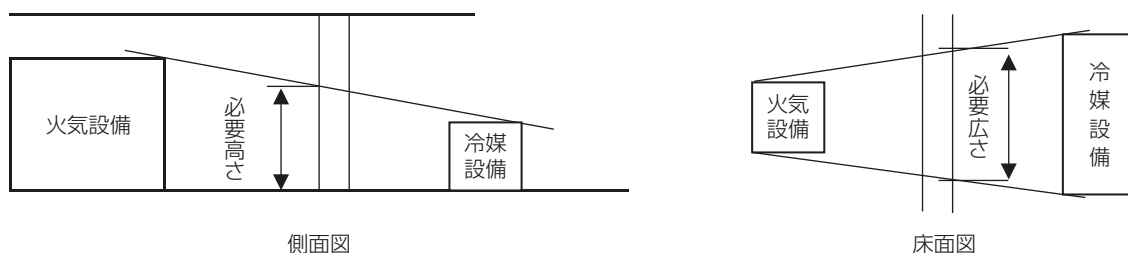

図 7 防火壁の必要高さ及び広さ
- 防火壁の必要高さ及び広さは、冷媒設備を火気から十分隔離できる大きさで、図 7 による。